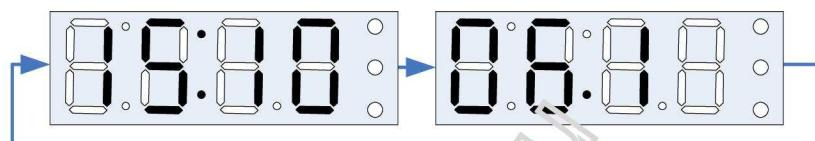

Рис.32
4.3.11 Для просмотра времени и скорости прохождения СОД необходимо кратковременно (не менее 1 сек. и не более 2 сек.) нажать кнопку «Контроль». После этого на индикаторе отобразится время регистрации (часы и минуты) и скорость прохождения СОД (км/ч), сопровождаемые кратковременными звуковыми сигналами. Для примера на Рис.32 показана информация о регистрации СОД в 15 часов 10 минут, скорость прохождения 6,1 км/ч.